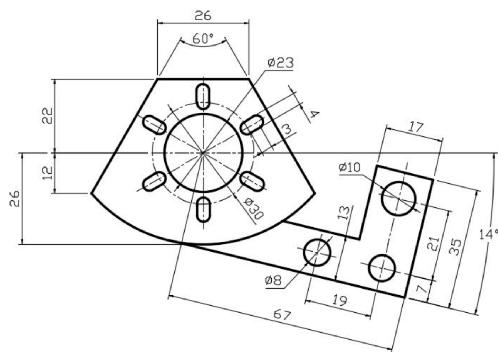

图 2-104 旋转结构
- 旋转结构：对于此结构图形，可以先在水平或者竖直方向上绘制图形，然后使用旋转调整大小工具 旋转调整大小旋转一定角度，从而减少倾斜绘制图形的麻烦，如图 2-104 所示。